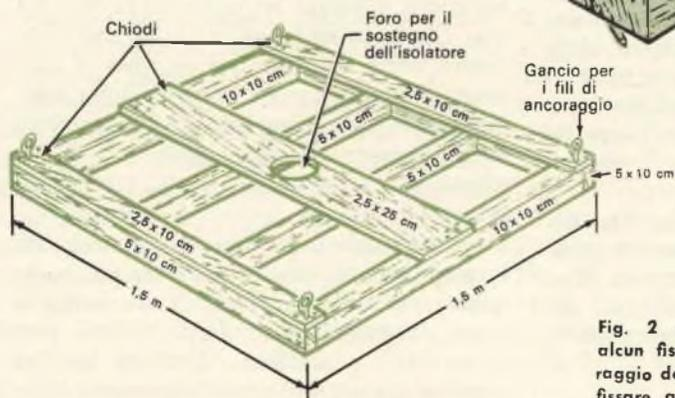

Fig. 2 - Questa base non richiede alcun fissaggio al tetto. I fili di ancoraggio dell'elemento radiante si possono fissare agli angoli con quattro ganci.
**Costruzione della base** - La prima cosa che vi occorrerà per il vostro sistema è naturalmente una base di appoggio. Come si vede nella *fig. 1* e nella *fig. 2*, questo appoggio può essere costituito da una struttura molto semplice che dovrà però essere
Se non potete piantare chiodi nel tetto o nel piano di supporto, potete scegliere la soluzione illustrata nella fig. 2. Si tratta di una piattaforma di forma quadrata, con i lati lunghi 1,5 m, la cui robusta costruzione è sufficiente a sostenere una leggera antenna verticale lunga 10 m senza richiedere un ancoraggio al piano di appoggio. Se abitate in una zona soggetta a forti venti sarà prudente zavorrate gli angoli della piattaforma con blocchi di calcestruzzo o di altro materiale analogo. Potete sistemare i ganci per i fili di ancoraggio come indicato nella fig. 2, anziché fissarli direttamente al tetto.